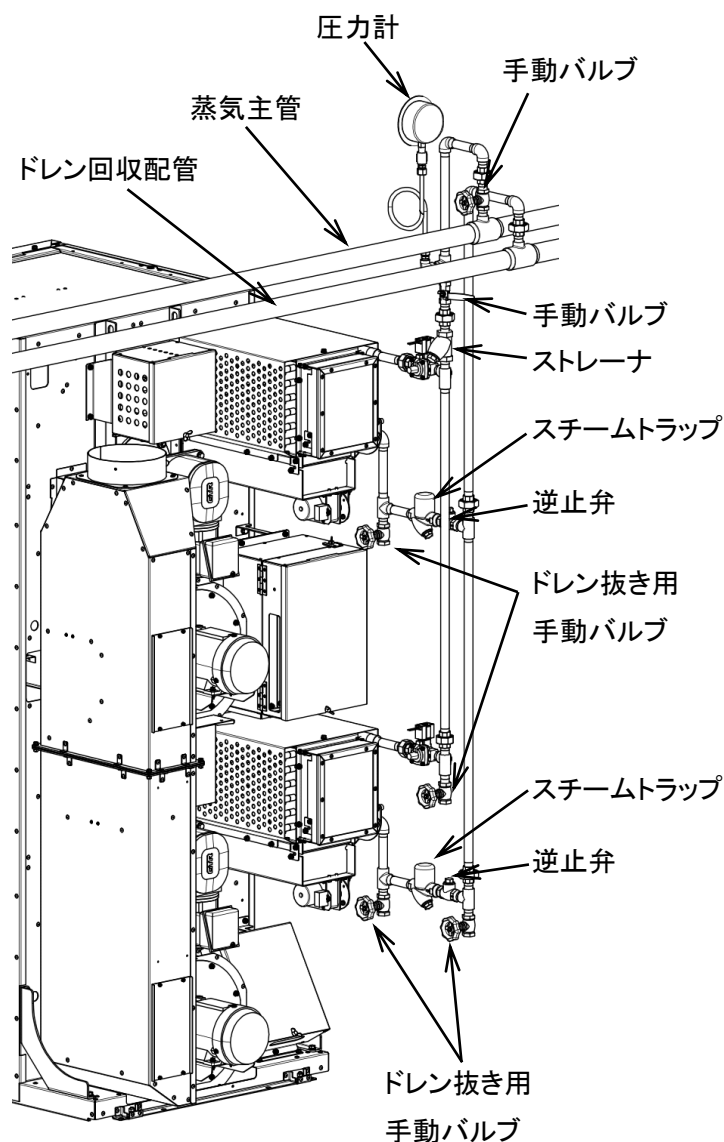

图 5-1
- ・ 蒸気入口および蒸気出口の接続口に所定の配管を接続してください。(図 5-1)
- ・ 排気ダクト接続口にダクトを接続します。接続口の外形は $\phi 198\text{mm}$ です。(図 5-1)